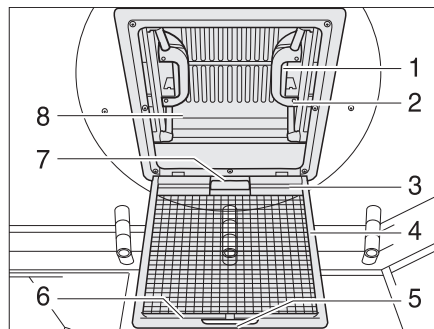

Bild 84 Taklucka med snäplås
- Drag i handtaget (Bild 84,5).
- Fäll ned insektsskyddet (Bild 84,4).
- Tryck snäplåset (Bild 84,1) mot takluckans insida (Bild 84,8). Tryck samtidigt takluckan uppåt med handtaget (Bild 84,2).
- Fäll upp insektsskyddet (Bild 84,4) så att det hakar i.
- Drag kraftigt ner takluckan (Bild 84,8) med hjälp av båda handtagen (Bild 84,2) så långt, att snäplåsen (Bild 84,1) går i lås.
- Drag mörklägningsrullgardinen (Bild 84,1) i handtaget (Bild 84,7) och haka i kroken (Bild 84,3) i listen på insektsskyddet.
- Lossa handtaget (Bild 84,3) från fästlisten (Bild 84,6) och för långsamt tillbaka mörklägningsrullgardinen.